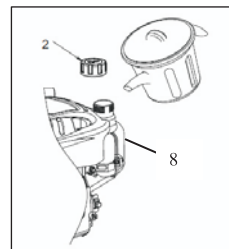

Fig. 5
1. Retirez le bouchon du réservoir (2).
2. Ajoutez le carburant au bas de la limite de niveau de carburant dans le col du réservoir de carburant (8). (Voir la figure 5)
5. Capacité du réservoir de (8) carburant : 1,2L (0,317US gal, 0,263UK gal)